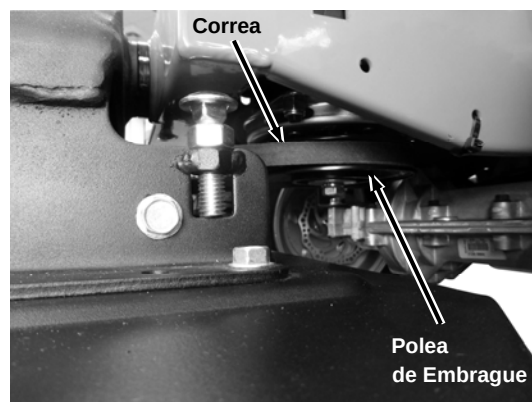

Figura 27
4. Empuje la correa hacia la unidad de potencia y la correa caerá de la polea del embrague (**Figura 27**).